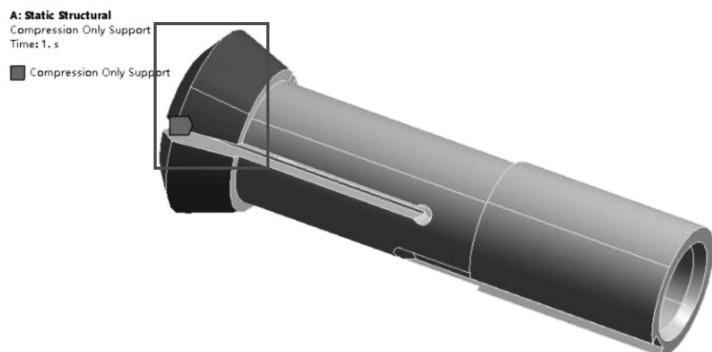

图 9-23 施加压缩约束
(3) 施加约束：在标准工具栏中单击，选择弹簧夹头的锥形表面，接着在环境工具栏中单击【Supports】→【Compression Only Support】→【Details of “Compression Only Support”】→【Scope】→【Geometry】= 4 Face，如图 9-23 所示。